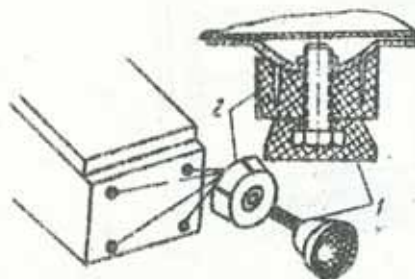

Рис.2. Установка регулируемых опор:
4.2. Перед установкой холодильника вверните опоры I с гайками 2 (рис.2).